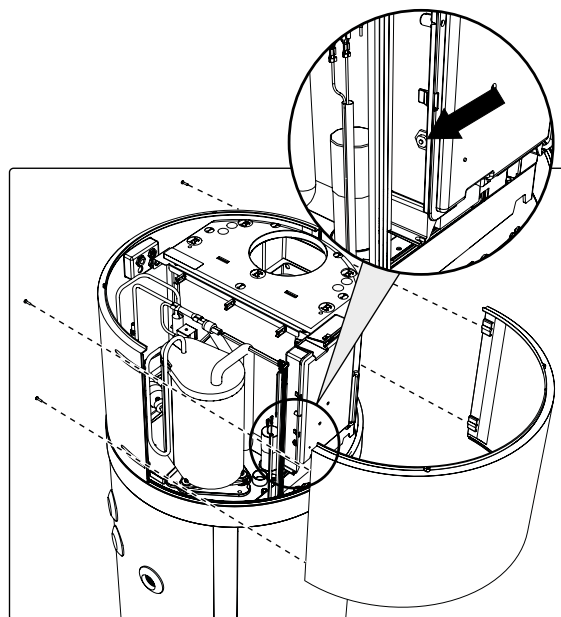

fig. 77- Rimozione del pannello anteriore
- Rimuovere il pannello anteriore e resettare manualmente il termostato di sicurezza scattato (fig. 77). In caso di intervento, il perno centrale del termostato fuoriesce di circa 2 mm.